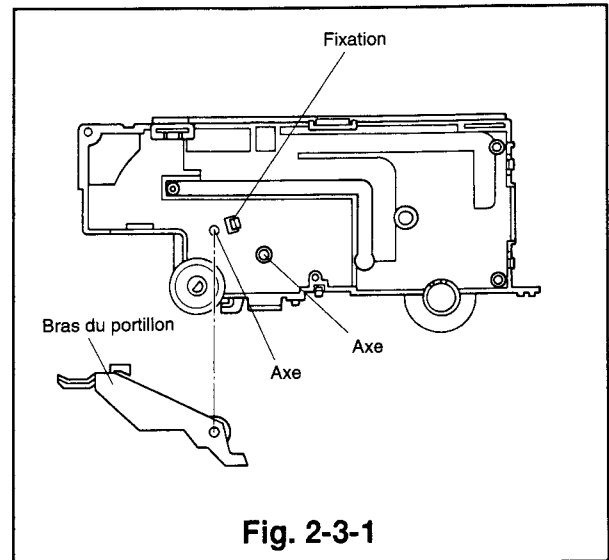
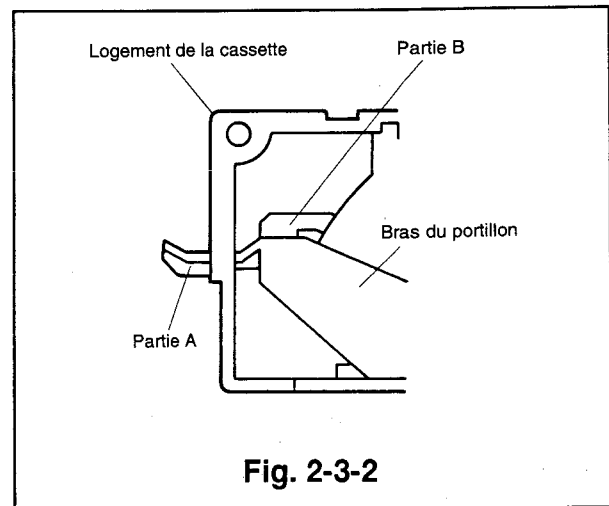

Fig. 2-3-1
Fig. 2-3-2
- 3) Défaitez la fixation indiquée sur la Fig. 2-3-1 pour enlever le bras du portillon. (La manière la plus simple consiste à tirer sur le bras du portillon tout en défaisant la fixation.)
- 1) Positionnez le bras du portillon sur l'axe, comme illustré dans la Fig. 2-3-1, et le fixez à l'aide de la fixation de façon à ce que les parties A et B se trouvent à l'intérieur du logement de la cassette, comme illustré dans la Fig. 2-3-2.